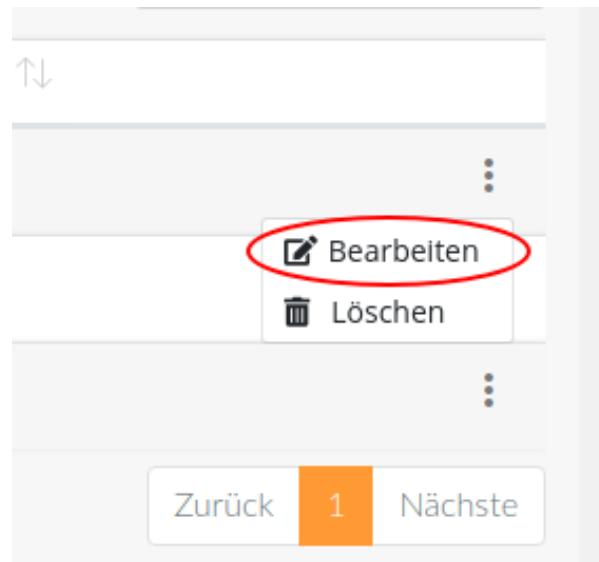

Abbildung 84: Editieren eines Trägers
- Klicken Sie auf der Übersichtsseite der Träger in der entsprechenden Reihe rechts auf das ausklappbare Menü (gekennzeichnet durch drei vertikale Punkte, vgl. Abbildung 84).